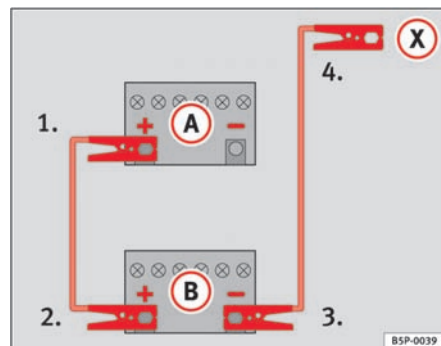

Fig. 205 Esquema de conexión de los cables de emergencia
En la ⇒ fig. 205 **A** representa a la batería sin carga y **B** a la batería con carga.
- 1. Emborne un extremo del cable de emergencia rojo al polo positivo ⇒ fig. 205 (+) del vehículo con la batería descargada ⇒ ⚠.
- 4. Emborne el otro extremo del cable negro de emergencia (X) a una pieza de metal maciza unida al bloque motor o al mismo bloque motor del vehículo con la batería descargada, lo más alejado posible de la batería ⇒ ⚠.